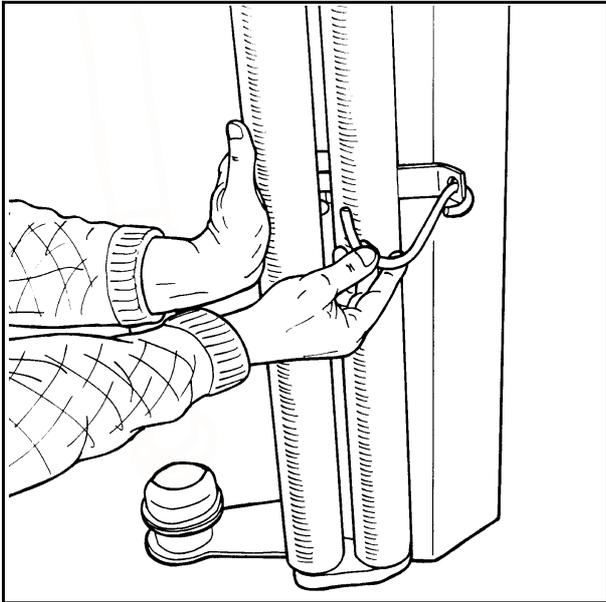

Fig. 4-1
- 4.1 Zum Einlegen der Folieneinlage die Vorspannrollen zur Seite halten. Die Rollen an der Seite festhalten und den Halter aufsetzen, siehe Abb. 4-1.